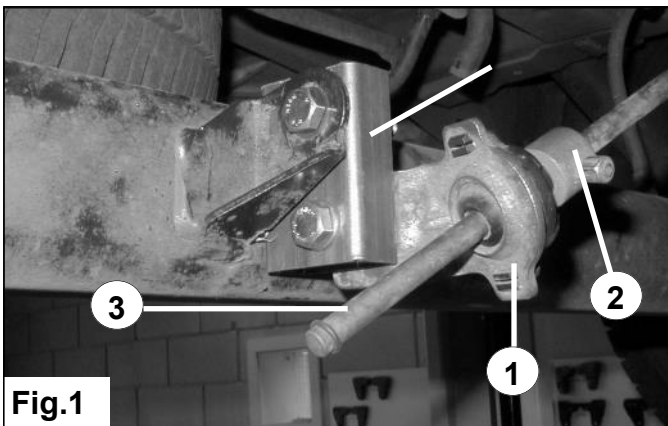

Fig.1
3. Montez la gaine fournie **A**, conformément à l'illustration sur la fig. 1. au moyen des boulons et des écrous joints.